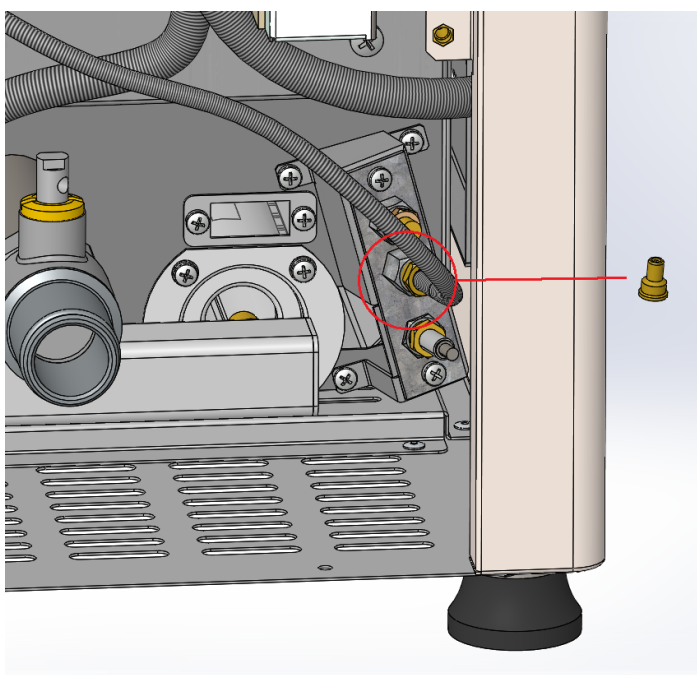

Fig 2
- 2) We draaien met een sleutel, maat 10, de toevoerslang van de waakvlam los (fig. 2);